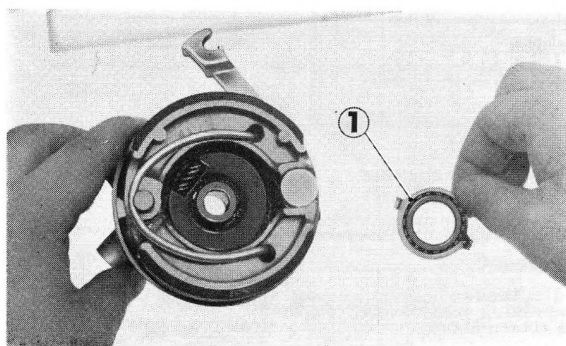

Figure 4-3: ① pignon de commande du tachymètre.
5. Séparer du plateau de frein le pignon de commande du tachymètre. (figure 4-3)